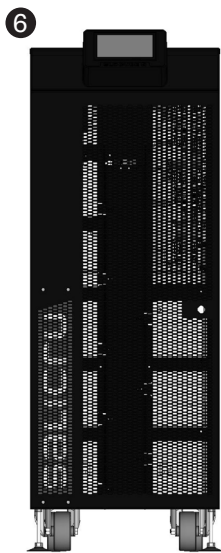

Fig. 26. Exemple d'un équipement déballé.
- 6 Équipement déballé à son emplacement définitif (Fig. 26).